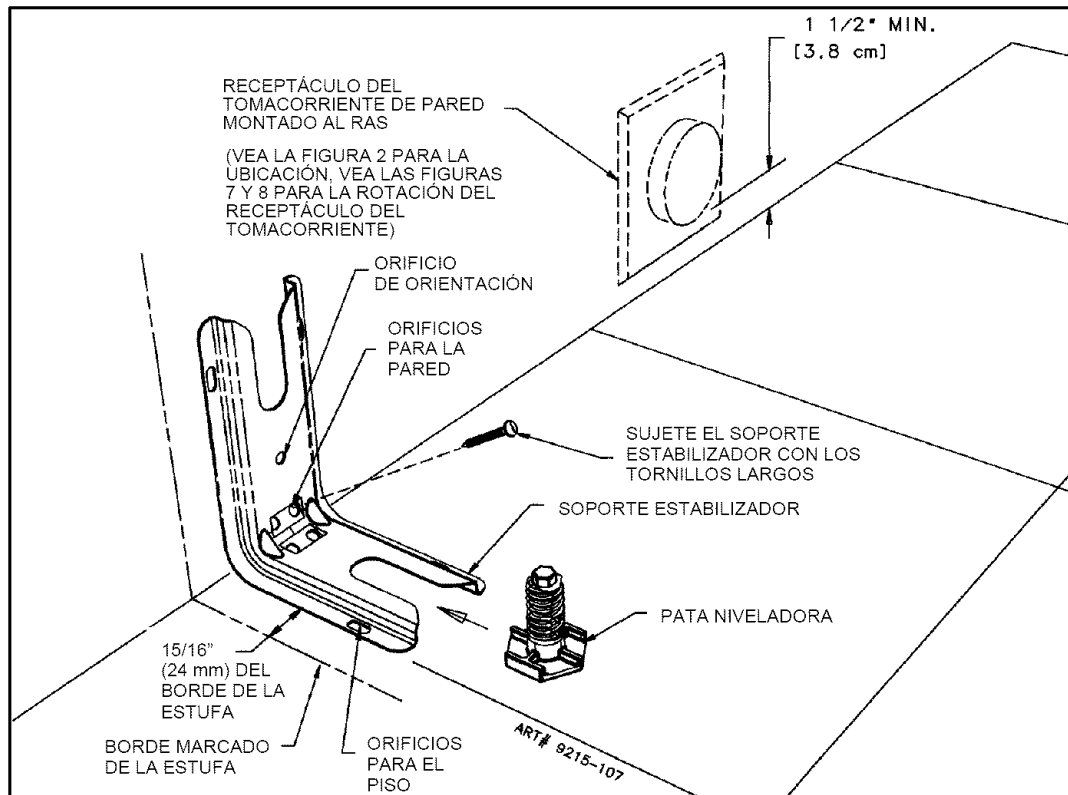

FIGURA 3
PASO 1 - Ubicación del soporte estabilizador (vea la figura 3) Instalaciones con tomacorriente de pared montados al ras
- Coloque el SOPORTE a 15/16" (24mm) del "BORDE" marcado hacia el centro de la abertura y contra la pared posterior según se muestra en la figura 3, con el orificio de orientación contra la pared.
- Use el soporte como plantilla y marque los orificios necesarios, según se muestra en la figura 3, para el tipo de construcción que se utilizará.